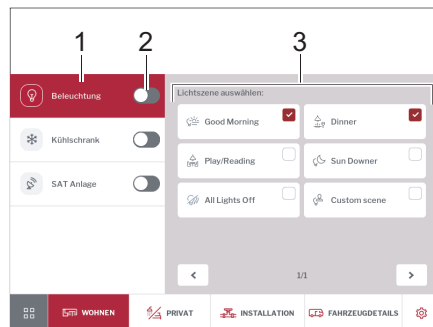

Fig. 281 Illuminazione
- Accendere o spegnere l'illuminazione con l'interruttore a scorrimento (Fig. 281,2).
- Digitare il pulsante *Illuminazione* (Fig. 281,1).
Selezionare la scena di luce sul pannello di comando (Fig. 281,3).